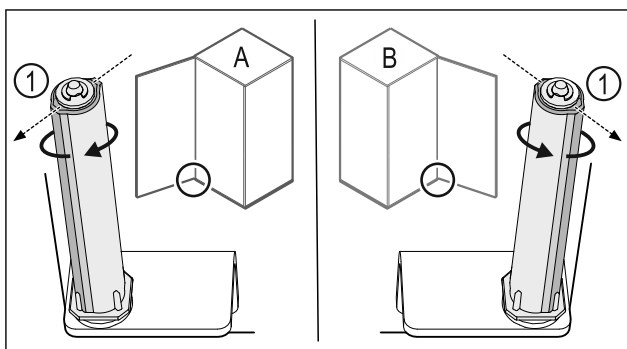

Fig. 55 Feste på venstre side (A) / feste på høyre side (B)
- Drei lukkesystemet mot motstanden til rillen på lukkesystemet Fig. 55 (1) peker utover.